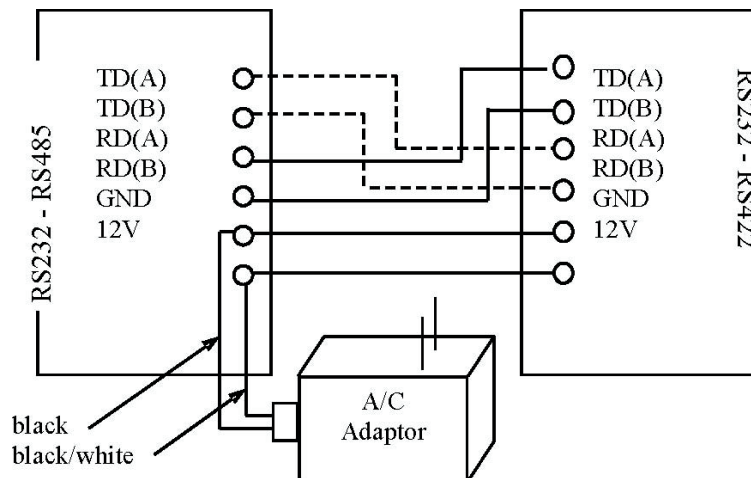

Figura 1.
El cable trenzado debe ser conectado a los dos adaptadores y el transformador de acuerdo con la figura 1. Hay que tener cuidado a la hora de conectar los cables a los terminales ya que se invierten los mismos. Los terminales de transmisión de datos [TD(A) y TD(B)] de uno de los adaptadores corresponden con los terminales de recepción de datos [RD(A) y RD(B)] del otro adaptador.